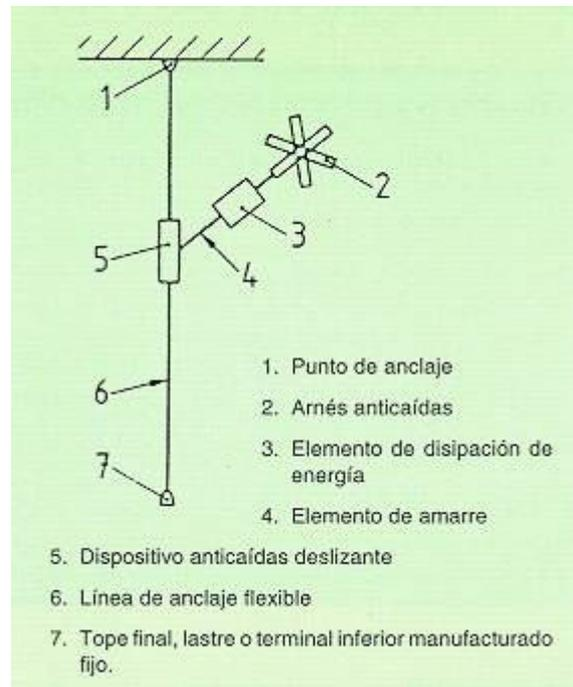

Fig. 8: Esquema de sistema anticaídas con dispositivo anticaídas deslizante sobre línea de anclaje flexible
- Dispositivo anticaídas deslizante sobre línea de anclaje flexible (fig. 8): Es un subsistema formado por una línea de anclaje flexible, un dispositivo anticaídas deslizante con bloqueo automático que está unido a la línea de anclaje flexible y un elemento de amarre que se fija en el dispositivo anticaídas deslizante.